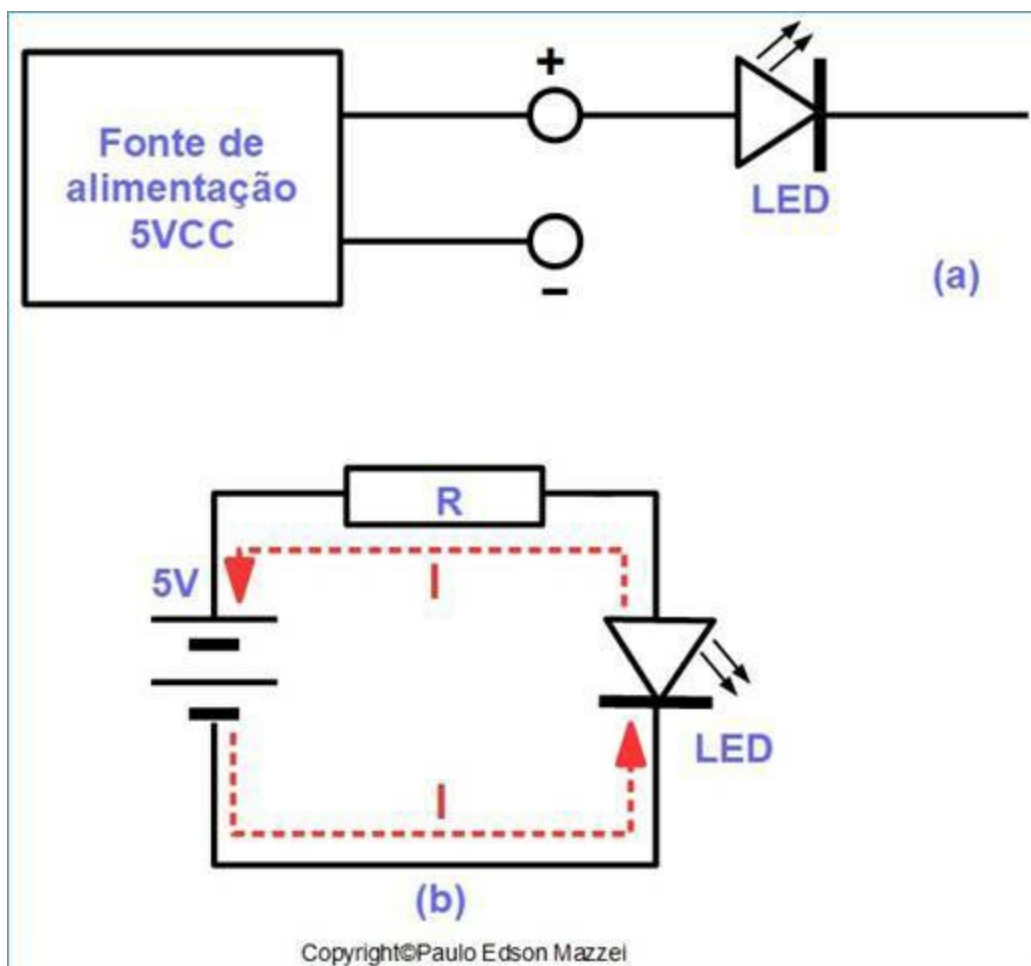

Figura 146 - Circuito elétrico simples.
No circuito desenhado em (a), da **figura 146**, temos um LED conectado a uma fonte de energia elétrica de 5 V. Note que apenas um terminal do LED está conectado ao positivo da fonte. Nestas condições não temos nenhuma corrente elétrica (I), circulando pois não temos um **circuito**, para formar um “caminho” para a corrente elétrica.
No desenho (b) da **figura 146**, já temos um circuito com o LED e um resistor conectados a ambos os terminais da fonte de alimentação. Nestas condições, o LED vai acender, devido ao fluxo de corrente elétrica (**I**), que circula pelo circuito.